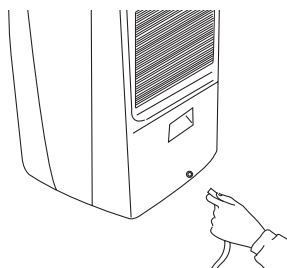

fig. 3
3. Fixe o tubo flexível ao respectivo bico (fig. 3).